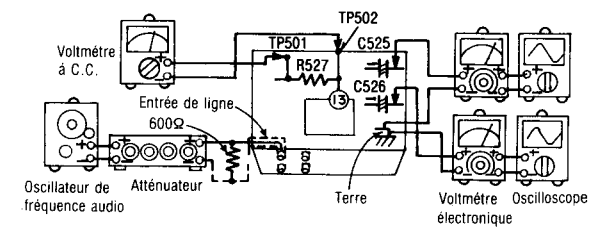

Fig. 13
1. Le raccordement de l'équipement d'essai est montré à la Fig. 13.